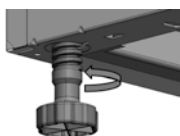

Figura 32
- Si se requiere realizar algún ajuste en la altura del tornillo, simplemente gire manualmente el tornillo en sentido anti horario hasta la posición deseada; siempre y cuando no supere los 52 mm de altura total o 3° de inclinación. (Figura 32 y 33)